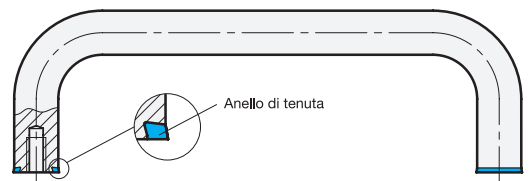

fig. 1
- Fare attenzione che la maniglia venga impiegata esclusivamente assieme all'anello di tenuta in dotazione. La guarnizione ha forma conica. È pertanto necessario fare attenzione alla corretta posizione di montaggio (fig. 1).